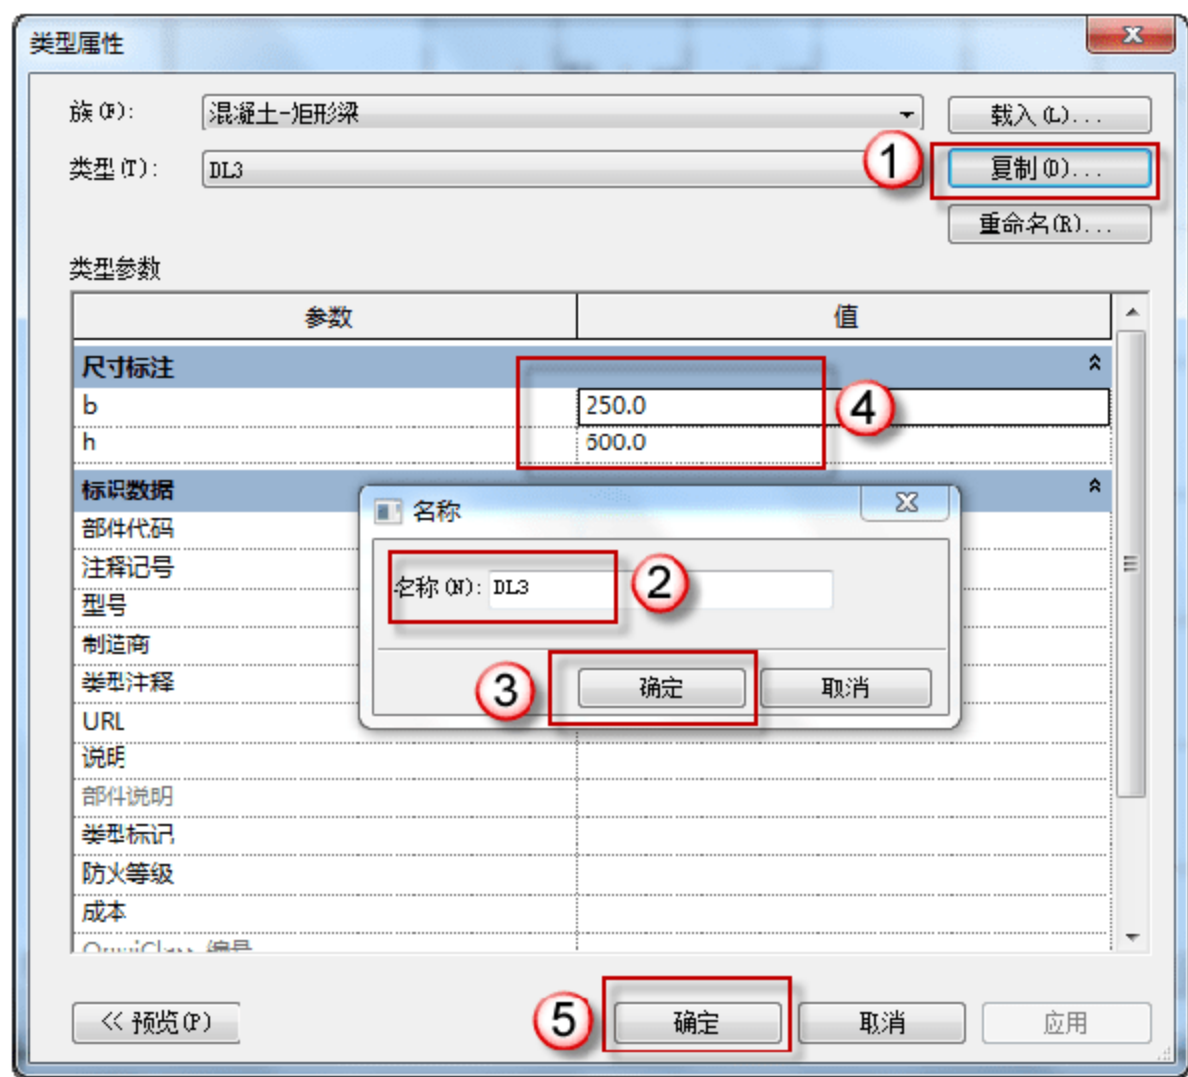

图 3.1.55 编辑 DL3 信息
(8) 设置 DL3。选择“结构”→“梁”→“编辑类型”命令，在弹出的“类型属性”对话框中，单击“复制”按钮，在弹出的对话框中输入 DL3，单击“确定”按钮。在“尺寸标注”栏中输入 b、h 的尺寸，单击“确定”按钮，如图 3.1.55 所示。